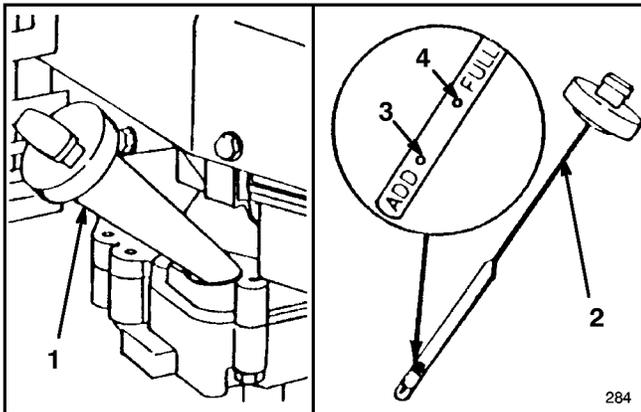

Abbildung 9
Das Kurbelgehäuse mit Öl vom Typ SAE 30 füllen, bis der Ölstand die Markierung VOLL auf dem Meßstab erreicht (siehe Abb. 9). Das Kurbelgehäuse faßt maximal 0,75 Liter Öl. Verwenden Sie qualitativ hochwertige Öle, die den API (American Petroleum Institute) Normen SE, SF oder SG entsprechen.
Vor jedem Gebrauch sicherstellen, daß sich der Ölstand zwischen VOLL und NACHFÜLLEN befindet (Abb. 9). Öl nachfüllen, falls der Ölstand zu niedrig ist.
3. Den Ölmeßstab abwischen und in den Einfüllstutzen stecken. Die Verschlußkappe um eine Vierteldrehung drehen. Den Meßstab wieder herausziehen und den Ölstand prüfen (Abb. 9). Ist der Ölstand niedrig, den Ölstand nur bis zur VOLL-Markierung auffüllen. **NICHT ÜBER DIE VOLL-MARKIERUNG ANFÜLLEN, DENN DER MOTOR KÖNNTE BEIM STARTEN BESCHÄDIGT WERDEN; ÖL LANGSAM EINFÜLLEN.**
1. **ÖLSTAND PRÜFEN**—Ölstand, wie auf dem Ölmeßstab gezeigt, zwischen VOLL und NACHFÜLLEN halten (Abb. 9).